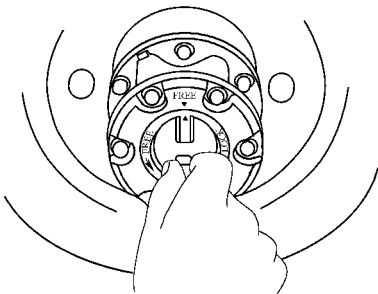

图 14-43 将控制手轮设定到自由（FREE）位置
- 1) 将控制手轮设定到自由（FREE）位置，如图 14-43 所示。